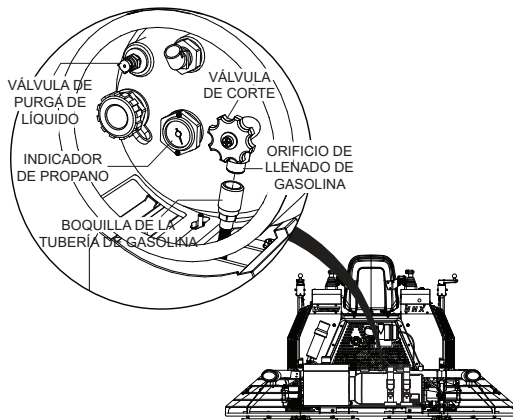

Figura 14. Válvula de corte del tanque de propano
- Gire la perilla de la válvula de corte (Figura 14) hacia la derecha para desprender gas propano.